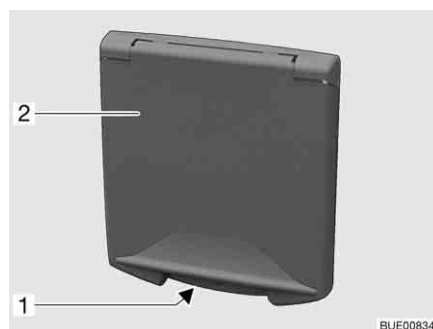

Fig. 33 Sportello per collegamento a 230 V
- Afferrare l'impugnatura concava (Fig. 33,1) dello sportello esterno (Fig. 33,2) e ruotare lo sportello esterno verso l'alto.